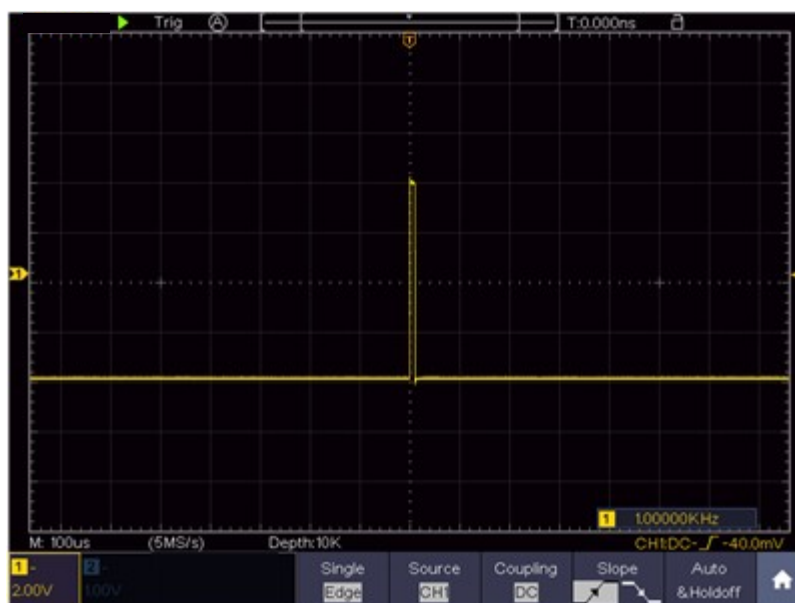

Рисунок 8-60. Захват одиночного сигнала
- (3) Нажмите , затем **Acquire** на панели меню для открытия меню сбора данных.
- (4) Внизу выберите **Acqu Mode**, справа — **Peak Detect**.
- (5) Нажмите , затем **Trig Menu** на панели для открытия меню запуска.
- (6) Выберите первый пункт нижнего меню, затем **Single** справа.
- (7) Слева выберите режим **Edge**.
- (8) Выберите **Source** внизу, **CH1** справа.
- (9) Внизу выберите **Coupling**, справа — **DC**.
- (10) В нижнем меню задайте **Slope** →  (нарастающий фронт).
- (11) Верхним регулятором установите уровень запуска примерно на 50 % уровня измеряемого сигнала.
- (12) Проверьте индикатор состояния запуска вверху экрана. Если он не показывает Ready, нажмите **Run/Stop** для начала сбора и дождитесь запуска. При достижении сигналом заданного уровня прибор выполнит один захват и отобразит его. Так удобно захватывать случайный импульс. Например, для поиска краткого выброса большой амплитуды установите уровень запуска немного выше среднего уровня сигнала, нажмите **Run/Stop** и ожидайте. При выбросе осциллограф автоматически запустится и запишет участок сигнала вокруг точки запуска. При подсвеченной кнопке **HOR** верхним регулятором можно сдвинуть запуск по горизонтали, задав отрицательную задержку для наблюдения участка до выброса (см. рисунок 8-60).